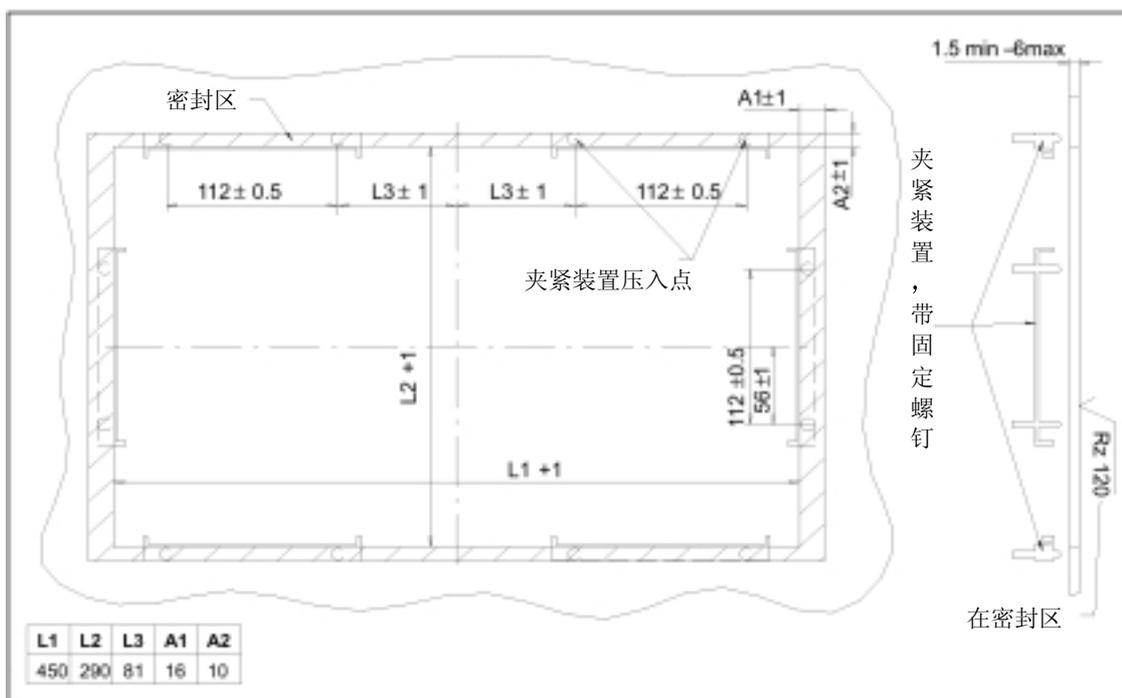

图 9-4 OP015 操作面板安装尺寸
表 9-2 安装孔尺寸 (参见图 9-4)
2. 从后面通过 6 个紧固装置把前面板固定在面板方框中 (参见图 9-4), 紧固固定螺钉 (扭矩 0.4-0.5Nm)。